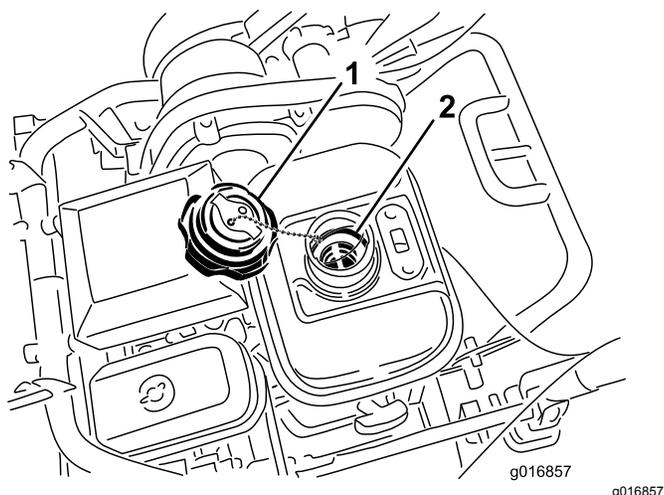

Figura 40
1. Desaperte e retire a tampa do depósito do combustível do depósito de combustível (Figura 40).